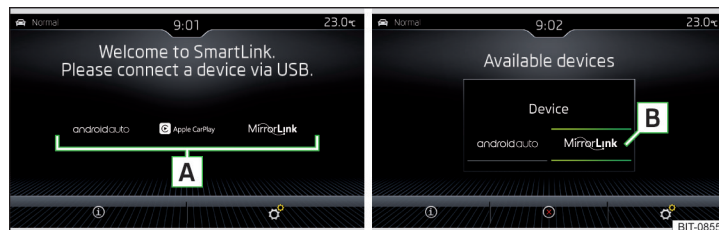

Abb. 158 Hauptmenü: keine Verbindung / Beispiel einer aktiven Verbindung
Funktionsflächen » Abb. 158
- ▶ Im Hauptmenü SmartLink den Typ des Kommunikationssystems **A** » Abb. 158 ggf. das angeschlossene externe Gerät **B** » Abb. 158 wählen.